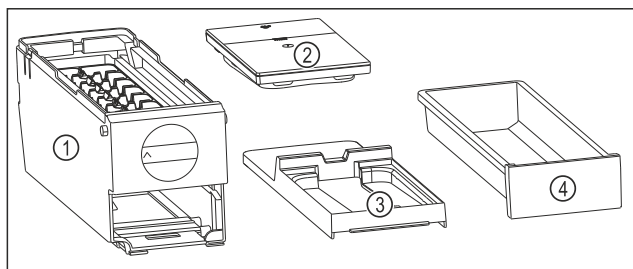

Fig. 113 Součásti EasyTwist-Ice
- ▷ EasyTwist-Ice je rozebrán na čtyři části. (viz Fig. 113)
- ▶ EasyTwist-Ice rozebírejte pouze na zobrazené součásti. (viz Fig. 113)
- ▶ Korpus EasyTwist-Ice Fig. 113 (1) vyčistěte jako celek.